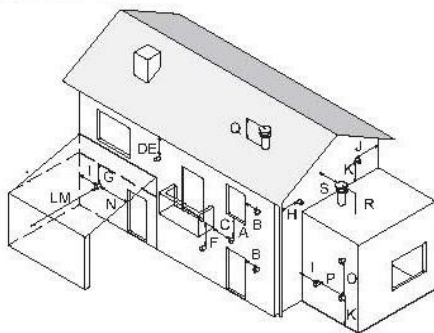

Рисунок 5.7
- устанавливать с соблюдением минимальных расстояний Рисунок 5.7 и действующего национального и местного законодательства.